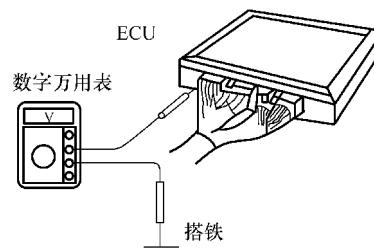

图 5-72 测量 ECU 端子电压
4) 如图 5-72 所示, 依次将数字万用表红表笔从导线插接器的导线一侧插入, 测量 ECU 各端子与搭铁之间电压。